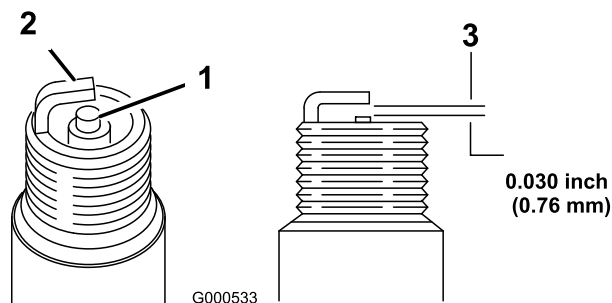

Figure 22
5. Réglez l'écartement des électrodes à 0,76 mm (0,030 po); voir Figure 22.